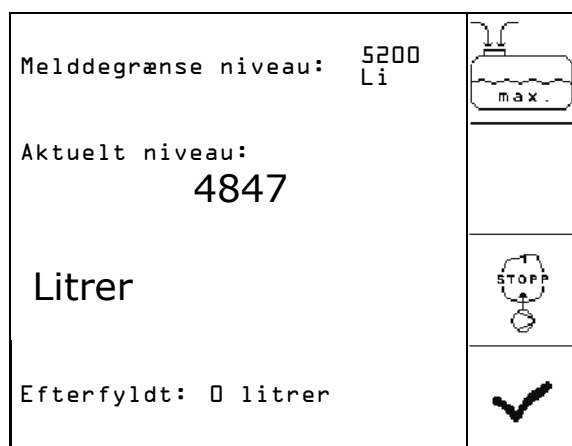

Fig. 69
1.  Åbn menuen "Fyld" (Fig. 69).